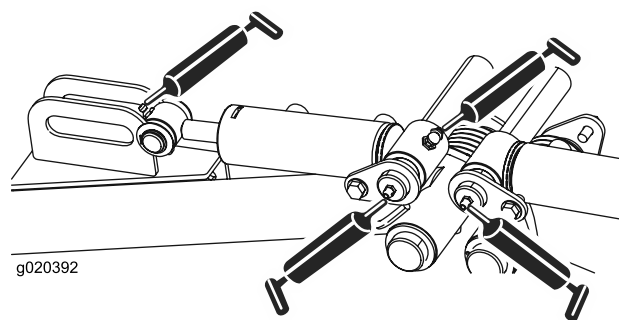

図 44
- ・ 後昇降アームのピボットと昇降シリンダ（各3ヶ所）（図 44）